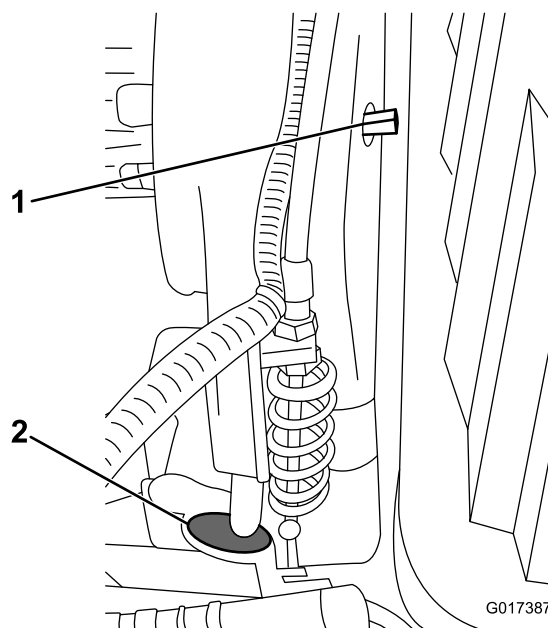
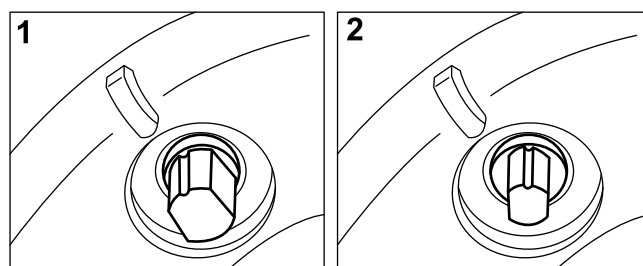

Рисунок 49
Рисунок 50
Если необходим доступ к муфте, извлеките резиновую заглушку (Рисунок 49) из отверстия в передней части трансмиссии.
Натяжение ремня трансмиссии обеспечивается подпружиненным натяжным роликом. Если необходимо приложить или снять натяжение ремня, используйте ключ на 3/8 дюйма, чтобы повернуть вал включения/выключения (Рисунок 49) в требуемое положение. Повернув вал на 1/4 оборота по часовой стрелке, отсоедините натяжной ролик от ремня (Рисунок 50).
**Примечание:** Уберите резиновую заглушку (Рисунок 49) из отверстия в передней части трансмиссии, чтобы осмотреть сцепление барабана.